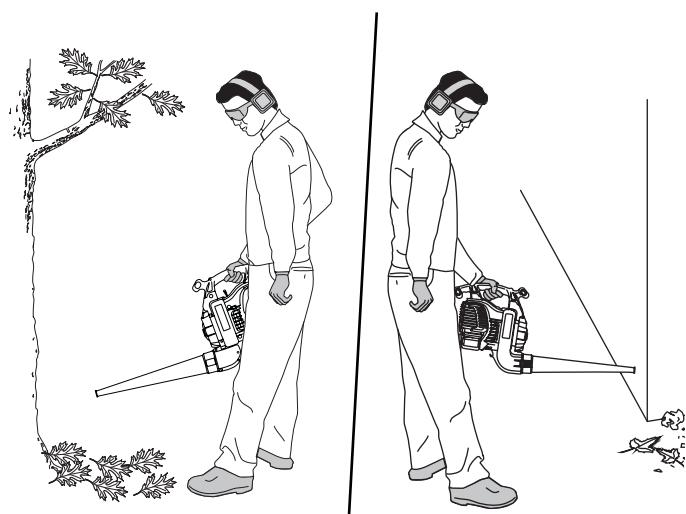

Fig. 18
- 1 Use la sopladora para árboles, arbustos, macizos de flores y zonas de limpieza difícil (Fig. 18).
- 2 Use la unidad alrededor de edificios y para otras limpiezas normales (Fig. 18).